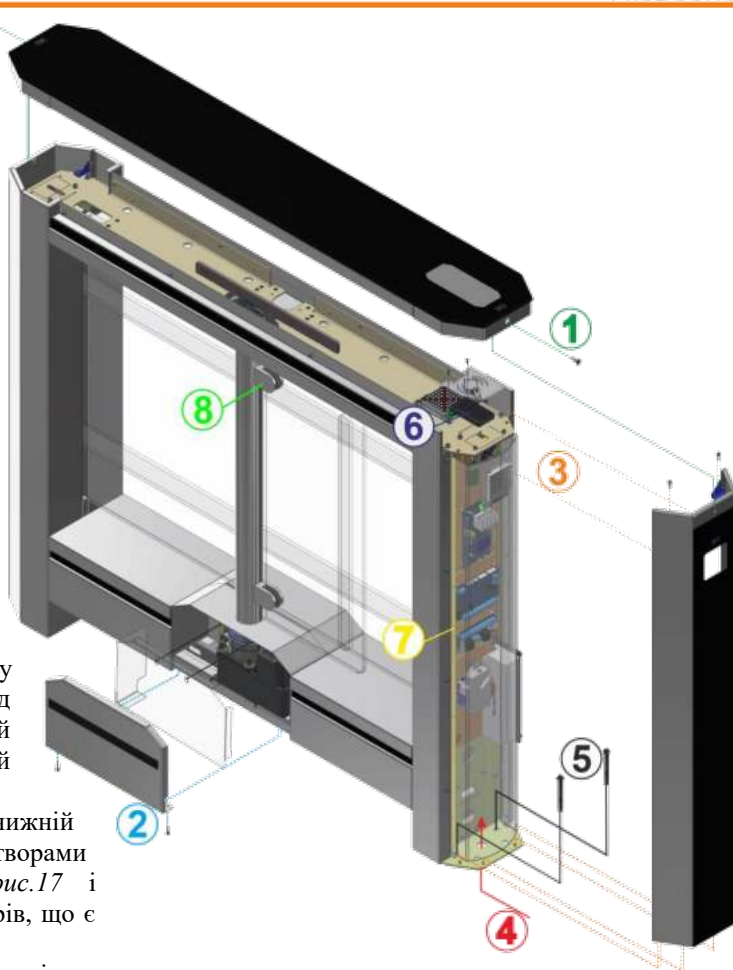

Рис. 20- Загальний вигляд встановлення тумби турнікета «Sweeper-BM-1»
2. - Зняти дверки та захисну шторку (Рис. 20);